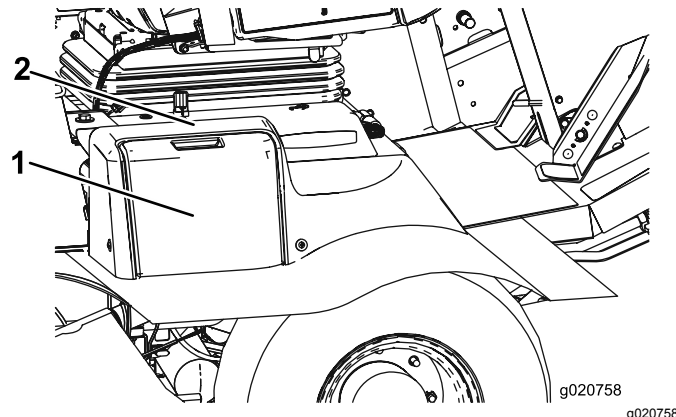

Figure 85
1. Ouvrez le couvercle de la batterie sur le côté du carénage (Figure 85).
Remarque: Appuyez sur la surface plate au-dessus du couvercle de batterie pour faciliter la dépose du couvercle (Figure 85).